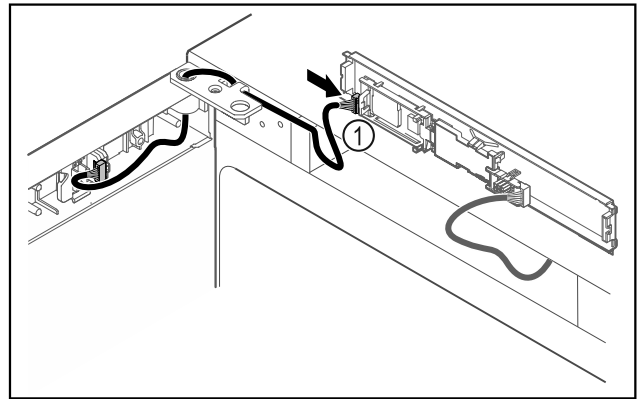

Fig. 47
- ▶ Vtič Fig. 47 (1) priključite na tiskano vezje.